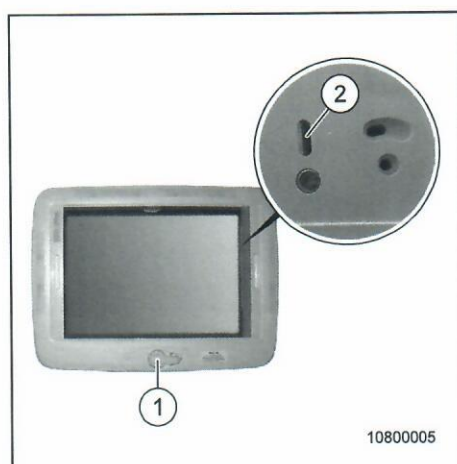

Abb. 10 Hebe-Kippdach mit Handkurbel
1. Handkurbel (Abb. 10, Pos. 1) aus der Mulde herausklappen.
2. Handkurbel (Abb. 10, Pos. 1) in die auf dem Handkurbelgriff angegebene Richtung drehen und so das Hebe-Kippdach in die gewünschte Position bringen.
3. Handkurbel (Abb. 10, Pos. 1) in die Mulde zurückklappen.
2. Handkurbel (Abb. 10, Pos. 1) in die auf dem Handkurbelgriff angegebene Richtung drehen bis das Hebe-Kippdach geschlossen ist.
3. Um das Hebe-Kippdach ganz zu verriegeln die Handkurbel (Abb. 10, Pos. 1) soweit drehen bis der rote Strich in der Kontrollöffnung (Abb. 10, Pos. 2) zu sehen ist.
5. Handkurbel (Abb. 10, Pos. 1) in die Mulde zurückklappen.